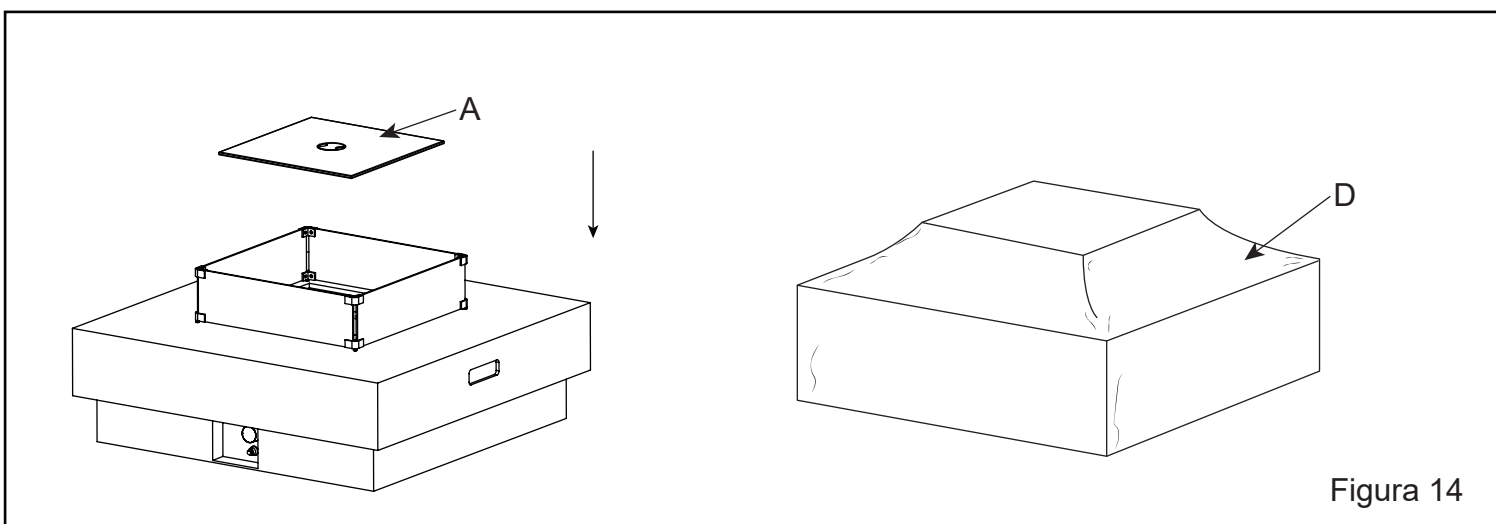

Figura 14
13. Una vez que la fogata se haya enfriado completamente después de su uso, coloque con cuidado la tapa (A) sobre el recipiente y use la cubierta protectora (D) para protegerla de la intemperie (ver Figura 14).